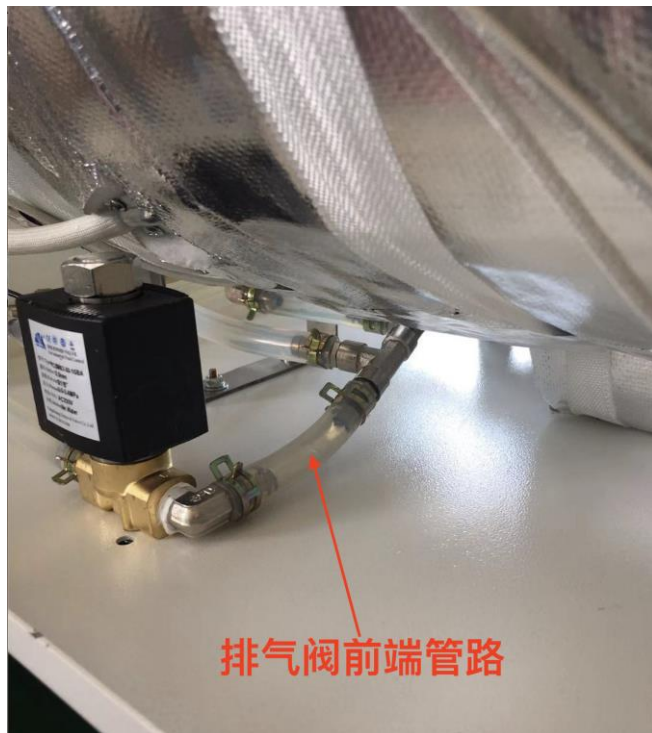

图4
- ② 打开左侧侧板和上盖，排气时将线路板上的排气阀线头拔插（图2），拔插的时候听有没有滴答声，如果没有，说明排气阀没有打开，有可能线路板上某个元器件损坏（图2）。如果有，说明排气阀正常，在确认安全的情况下，可以把排气阀前端管路拔出来（图4），若有气排出，说明排气阀前面的三通（图5）或者腔内过滤器堵住（图6）